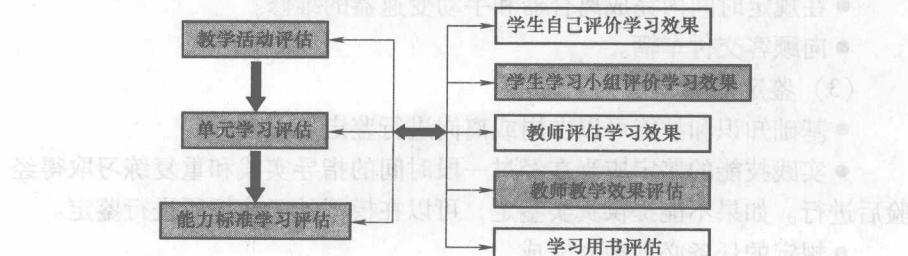

图 0-3 教学评估计划
(1) 教学评估目的 教学评估是对学生学习需求与效果的及时反馈，是对课程教学活动设计和实施过程的质量监控，是对学生学习参与程度的及时检查。
(2) 教学评估的标准 按照《汽车维修技术人员培训能力标准》中的能力标准《QTP-BW033 实施汽车基本故障检修》、《QTPBW040 检查和维护手动变速器》、《QTPBW074 检查和维修离合器总成及操纵系统部件》、《QTPBW075 维修手动变速器》、《QTPBW092 维修离合器总成和相关零部件》、《QTP-BW093 维修手动变速器零部件》进行学习效果和学习需求评估。
(3) 教学评估计划 教学评估计划如图 0-3 所示。
(4) 教学评估工具 本书附有学生评估工具，教师和学生可以使用这些评估工具从学习用书、教学方法、学习方法、学习鉴定等 4 个方面开展教学评估；教师也可以根据教学中的具体情况，自己设计评估问卷，进行教学评估，监控教学质量。